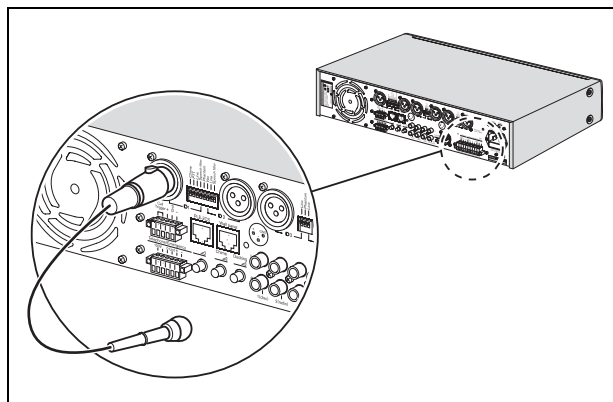

figure 4.2: Connecteur XLR uniquement
- connecteur XLR uniquement. Voir figure 4.2.